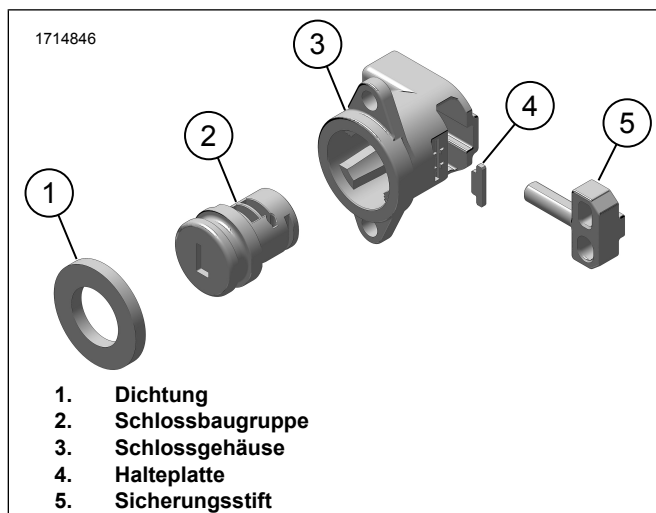
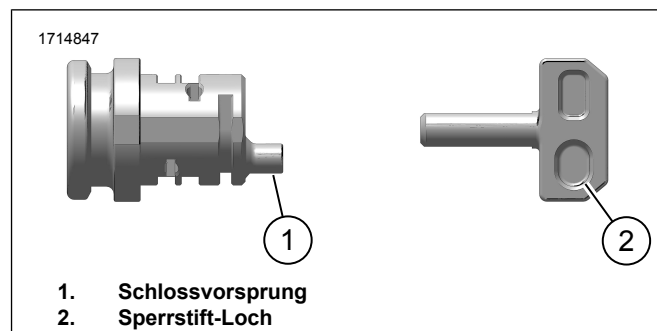

Abbildung 7. Gehäusebaugruppe
Abbildung 8. Passungsmerkmale
10. Abbildung 7 Bei eingestecktem Schlüssel Schmierfett auf die zusammengebaute Schlossbaugruppe (2) auftragen.
11. Schmierfett auf den Sperrstift (5) auftragen.
12. Den Sperrstift (5) in das Schlossgehäuse (3) einführen.
Abbildung 8 Der Vorsprung (1) an der Schlossbaugruppe muss mit dem Loch für den Sperrstift (2) übereinstimmen. Durch Drehen des Schlüssels und des Schließzylinders sicherstellen, dass sich der Sperrstift bewegt.
13. Mit eingestecktem Schlüssel die zusammengebaute Schlossbaugruppe (2) in das Schlossgehäuse (3) einbauen.
14. Abbildung 7 Die Halteplatte (4) in das Schlossgehäuse (3) einsetzen.
16. Abbildung 7 Die Dichtung (1) in den Schlosssatz (2) einbauen.